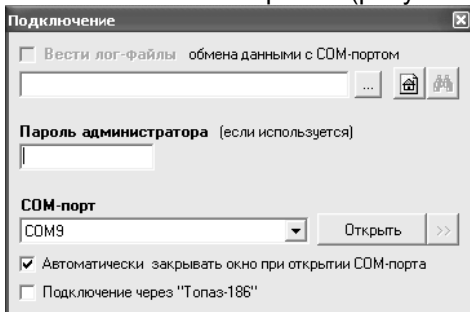

Рисунок 1
- появившемся окне выбрать COM-порт компьютера, к которому подключено устройство и нажать "Открыть" (рисунок 1);